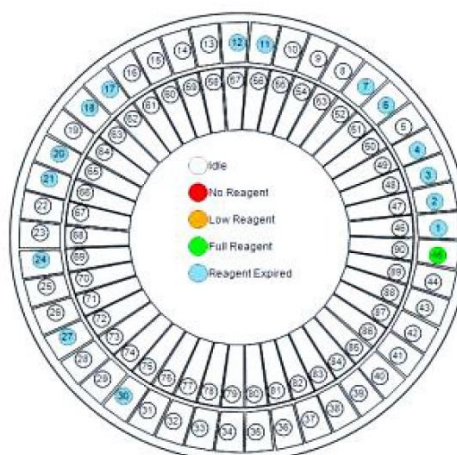

Figura 3-48 Monitoramento de bandeja de reagente
**Monitoramento de status de reagente:** Clique em [Status de reagente] no formulário [Monitor] para exibir o status da bandeja de reagente no lado esquerdo do formulário, como mostrado na figura 3-48: